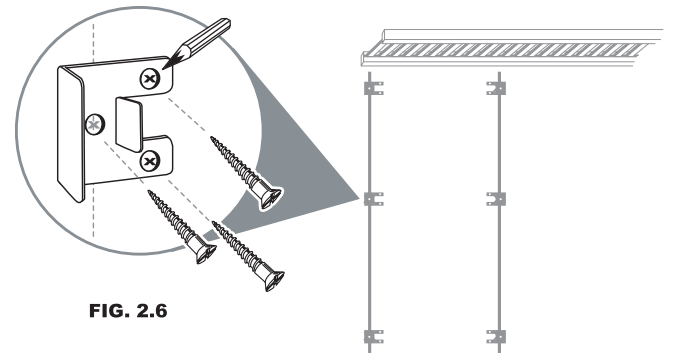

FIG. 2.6
8. En utilisant les emplacements marqués sur les lignes verticales, sélectionner l'équerre de Tour et centrer le trou du milieu sur l'emplacement, mettre l'équerre à niveau et marquer les emplacements des trous. (Fig. 2.6)
9. Installer l'équerre de Tour avec des vis n° 8 de 1-1/2 pouces. S'il n'y a pas de poteau mural, utiliser les dispositifs d'ancrage en plastique fournis (Fig. 2.6).